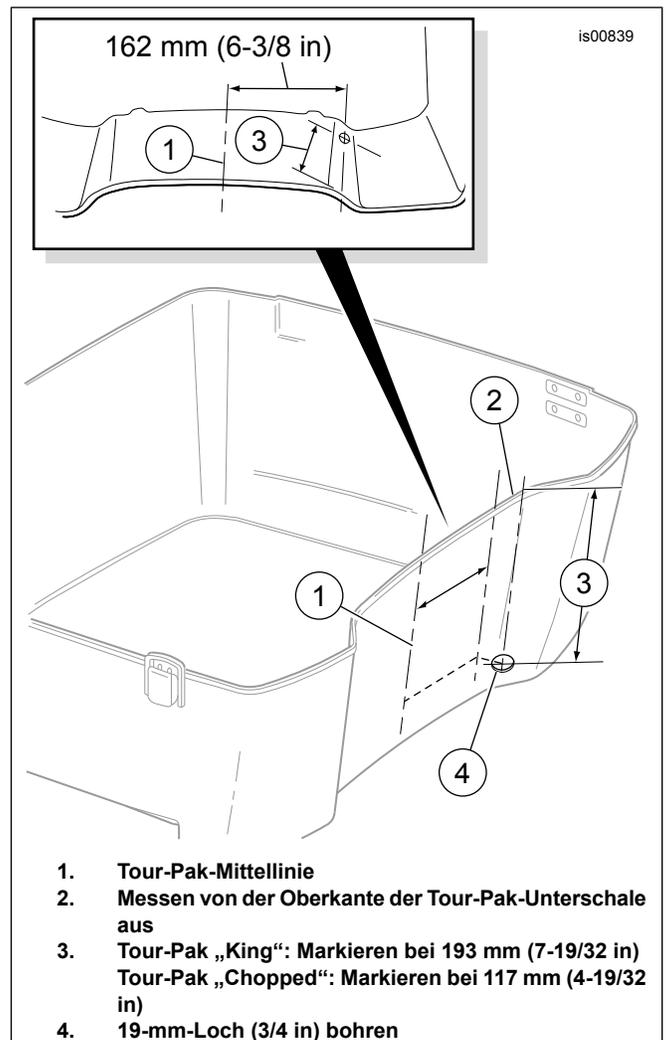

Abbildung 3. Bohrung für AM/FM-Antennenkabel (Tour-Pak Typ 2)
- l. Siehe Abbildung 3. Die Mitte (1) der Vorderwandinnenseite des Tour-Pak ausmessen.
- o. Direkt mit dem Gesicht zu dem Klebeband stehend den Abstand von 162 mm (6-3/8 in) von der Mittellinie aus zur linken Seite der Tour-Pak-Wand ausmessen. Dabei nicht der Rundung der Wand folgen, sondern in **gerader Linie** messen. Siehe Abbildung 3 Bildausschnitt.